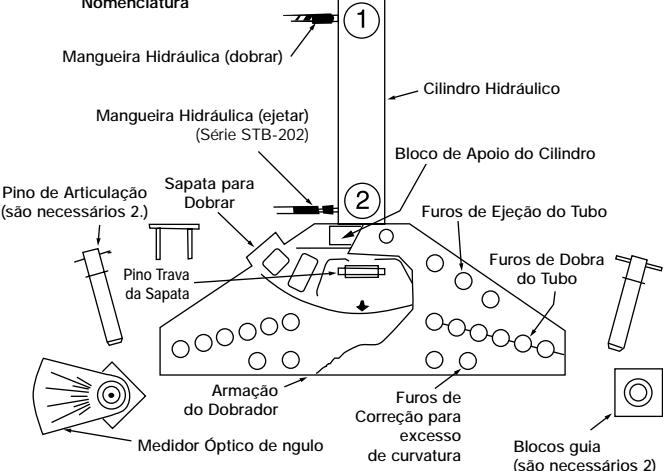

Figura 1, Montando o Dobrador
4.0 MONTANDO O DOBRADOR (VER FIGURA 1)
- Conecte a(s) mangueira(s) na válvula da bomba. Conecte a mangueira (1) na saída do cilindro (1); a mangueira (2) na saída do cilindro (2). NOTA: a mangueira (2) é usada somente com os Dobradores de Tubo da Série STB-202.